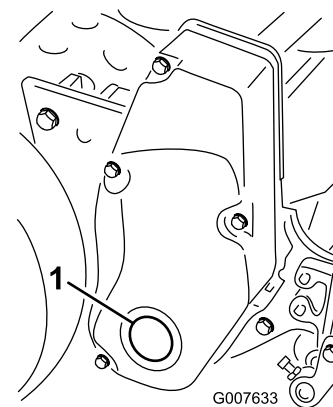

Figure 60
1. Enlevez le bouchon du couvercle d'entraînement droit (Figure 60).